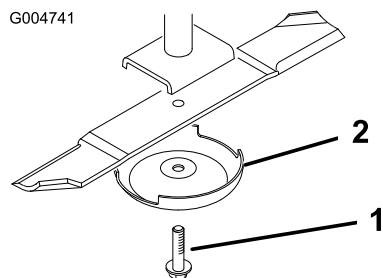

Figura 84
3. Retire o parafuso da lâmina, o recipiente antidanos e lâmina do eixo (Figura 84).